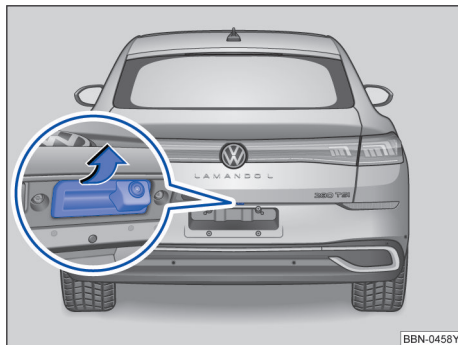

图 57 从车外打开行李厢盖
钥匙在行李厢盖的有效范围内，可以直接通过行李厢盖上的按钮打开后盖 → 图 57
- 向上拉起图示按钮 → 图 57，打开行李厢。
- 操作拉手按钮→图 57。